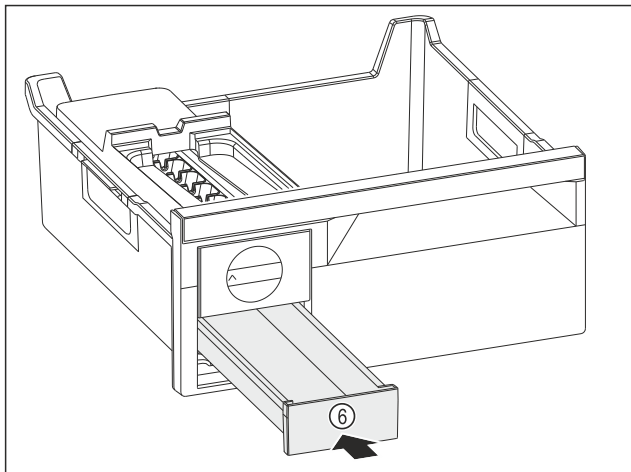

Fig. 87
- ▶ Inserați sertarul pentru cuburi de gheață Fig. 87 (d).